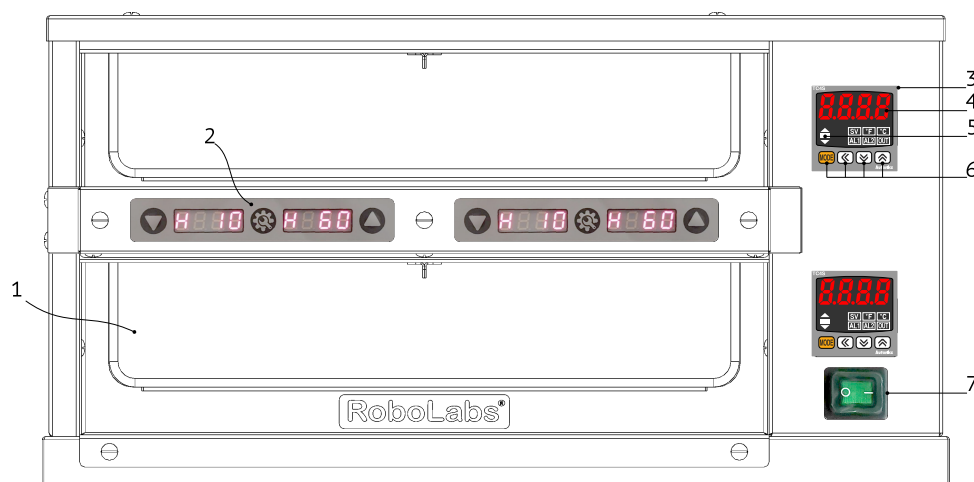

Рисунок 1
Изделие состоит из двух сквозных камер (1), установленных одна над другой, см. Рис. 1. Каждая камера выстлана плитой из алюминия, под которой вмонтированы нагревательные элементы. Каждая камера вмещает две гастрорёмкости¹ GN1/3-65.